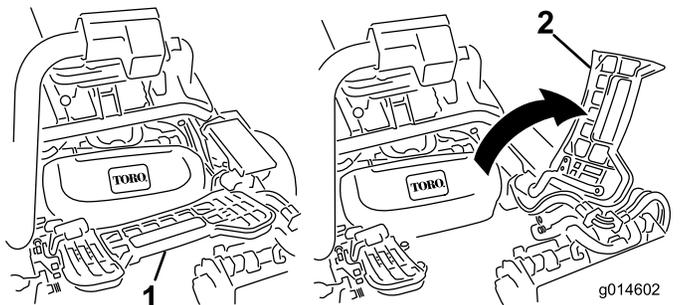

Рисунок 52
2. Поднимите и поверните вверх подножку, открывая доступ к центральному режущему блоку (**Рисунок 52**).